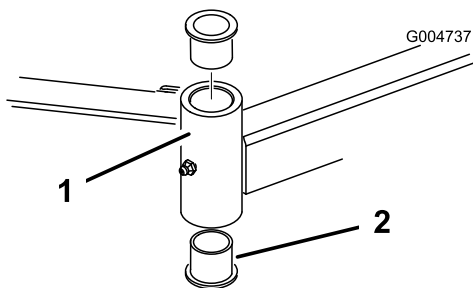

Figura 24
4. Inserte un botador fino en la parte superior o inferior del tubo de montaje y dé golpes hasta retirar el casquillo del tubo (Figura 24). Retire también el otro casquillo del tubo. Limpie el interior de los tubos para eliminar toda suciedad.